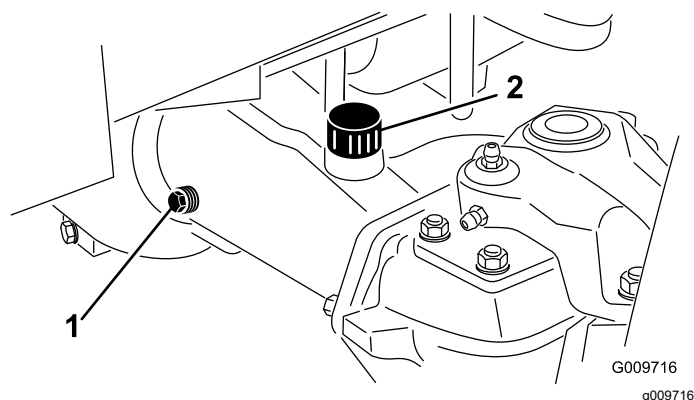

図 69
2. アクスの一方の端部から点検用プラグ 図 69 を抜き、穴の高さまでオイルがあることを確認する。量が不足している場合は、給油プラグ 図 69 をはずして補給する。